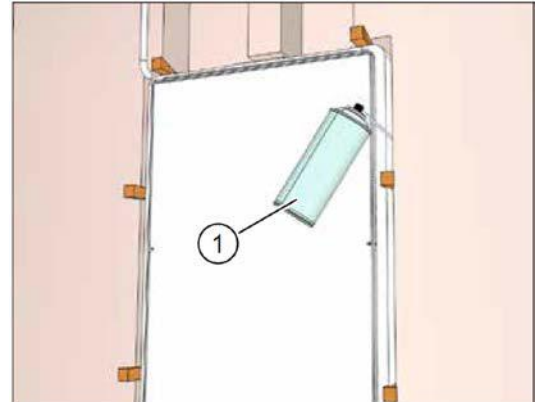

Рис. 25: заполните пустоты вокруг настенного ящика, используя монтажную пену
- ▶ Заполните пустоты между настенной коробкой и стенным проемом сплошь со всех сторон (поз. 1 на рис. 25) с помощью монтажной пены или другим подходящим наполнителем / герметиком. При этом убедитесь, что отверстия для вытяжного и приточного воздуха в верхней части настенного ящика не закрыты монтажной пеной.